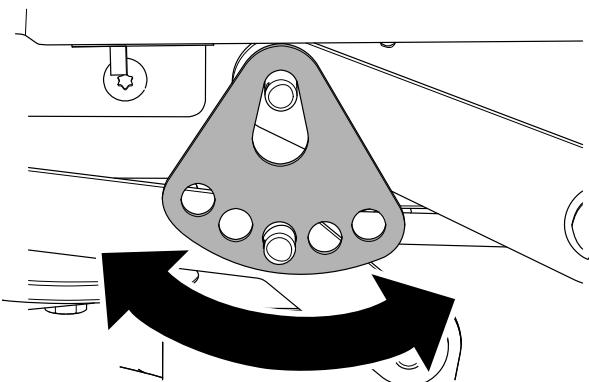

Figure 65
7. Tournez la plaque de hauteur de coupe à un trou différent pour que le poids du tablier de coupe soit soutenu après l'installation de la plaque (Figure 65).
8. Installez la rondelle et la goupille fendue (Figure 65).